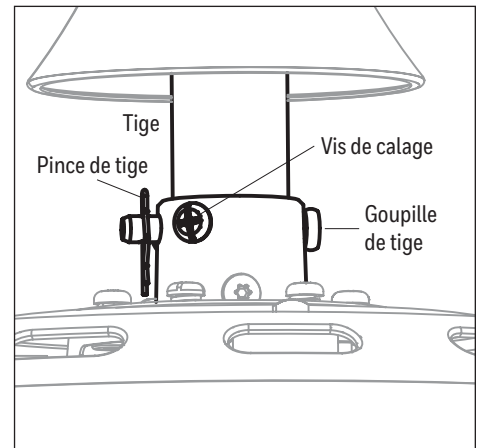

Figure 3.3
3. Faites glisser la tige dans le raccord de l'ensemble moteur, alignez les trous, puis réinstallez la goupille de tige et la pince de tige. Fixez à l'aide de deux vis de calage et faites glisser le couvercle du raccord vers le bas jusqu'à ce qu'il repose sur le dessus de l'ensemble moteur (Figure 3.3).